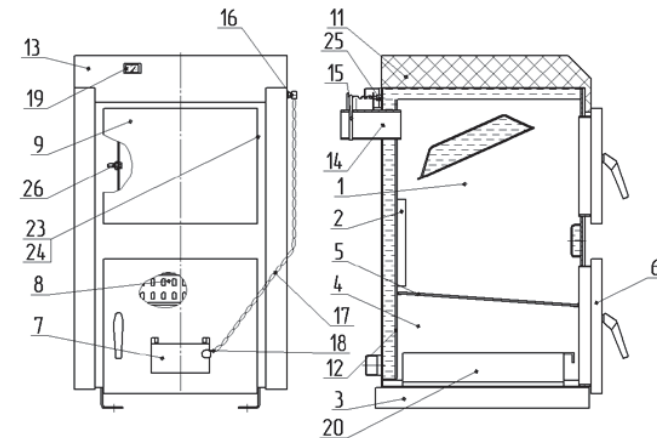

Рис. 2. Апарат опалювальний твердопаливний водогрійний АОТВ-10С.
2.2.2.1.5 Перед встановленням апарата на підлогу положити металевий лист згідно рис. 2.